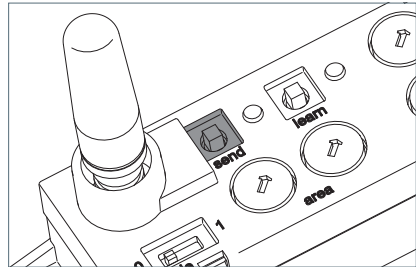

Fig. 25: Touche « send ».
- ▶ Appuyez sur la touche « send », voir Fig. 25.